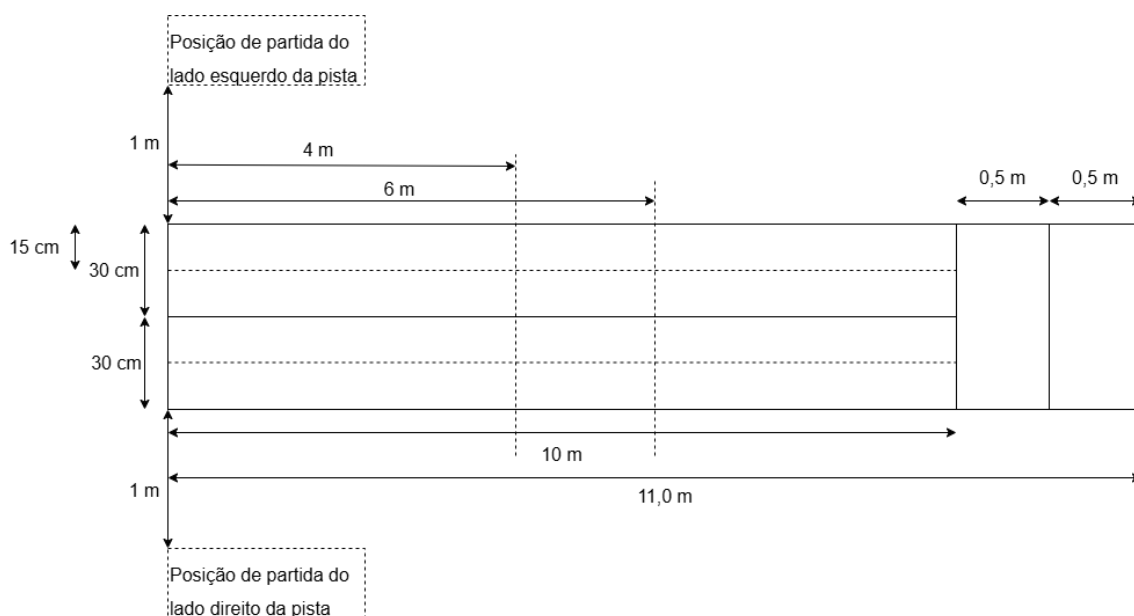

Figura 8: Esquema de funcionamento da prova “Robô Dragster Grand Challenge”
- a) o robô deve partir de forma autónoma, após o acendimento do semáforo, de uma posição que se encontra 1 m ao lado da linha limite da pista (pode ser do lado esquerdo ou do lado direito da pista, como se mostra na Figura 8, sendo o lado de partida decidido por sorteio);
- b) o robô deve entrar de forma autónoma na sua faixa de rodagem, a uma distância entre os 4 m e os 6 m da linha de partida (ver Figura 8) e, após isso, deve ser capaz de completar a pista, mantendo-se na sua faixa de rodagem, até cruzar a linha de chegada;